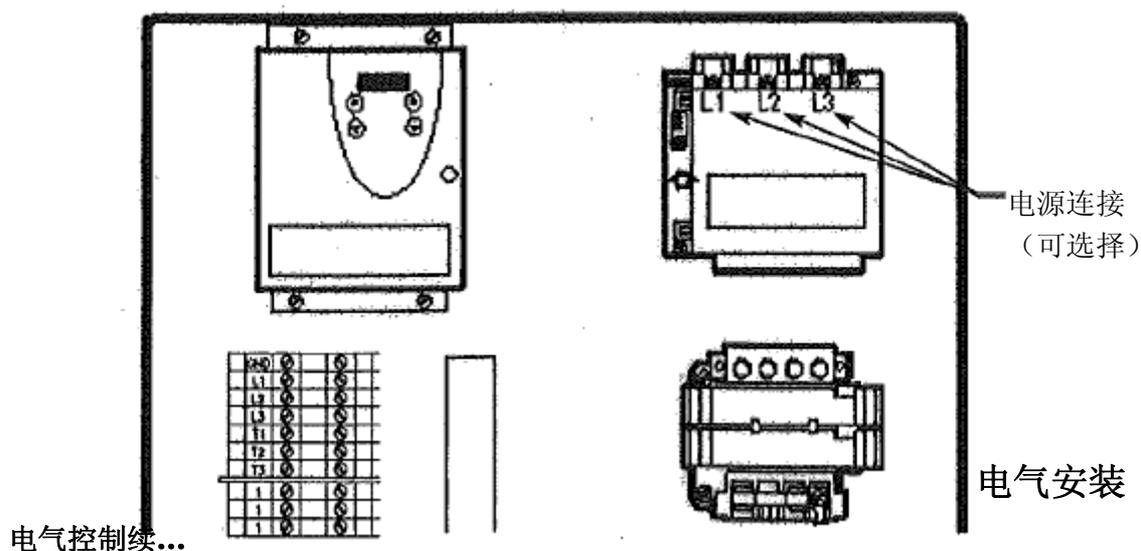

图 14: 控制箱中的电源连接。
1. 连接引入电源。注意：将电线（导管）穿过控制箱的底部，向左侧敷设，并将其连接至端子排或可选的断路器上。参见图 14。从控制箱的顶部引入电源将会使质保失效。